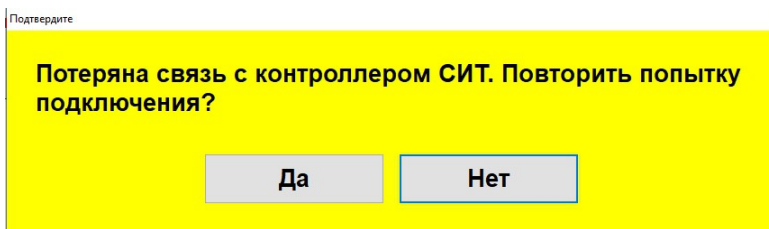

Рисунок 1: Потеря связи.
- 7.5. В случае отсутствия связи между СИТ и ПК на экране ПК появится окно показанное на рис.1. В таком случае нужно убедиться, что кабель управления не имеет повреждений и подключен к USB порту ПК через преобразователь интерфейса USB-RS-485. После устранения причины отсутствия связи нажать на кнопку «Да» и попытаться установить связь с СИТ.